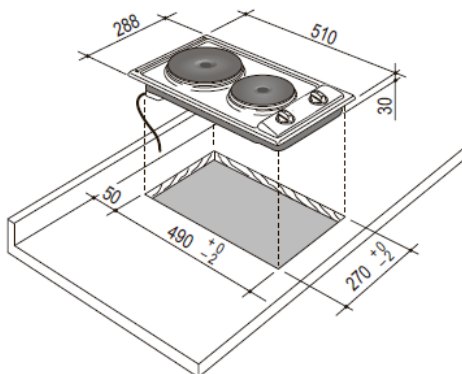

Fig. 1.1
Pentru a instala blatul plitei în corpul de bucătărie, trebuie să perforați un orificiu cu dimensiunile prezentate în fig. 1.1, ținând cont de următoarele:
- plita trebuie ținută la o distanță de cel puțin 50 mm de peretele din spate (fig. 1.1);